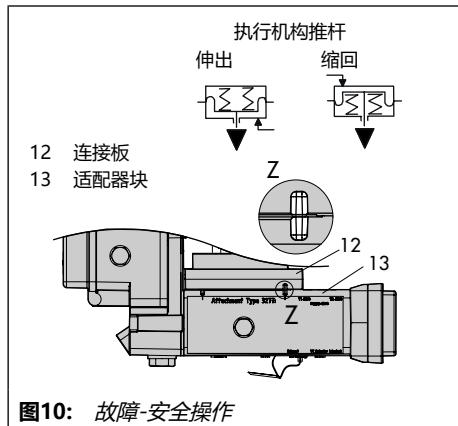

图10：故障-安全操作
7. 将螺钉 (13.1) 插入到适配器块 (13) 的中间孔内。
8. 将连接板 (12) 和密封件 (12.1) 共同放置在故障-安全动作"执行机构推杆伸出"或"执行机构推杆缩回"所对应的螺钉 (13.1) 上。通过将适配器块 (13) 的凹槽与连接板 (12) 的凹槽对齐可确定适用的故障-安全动作 (图10)。